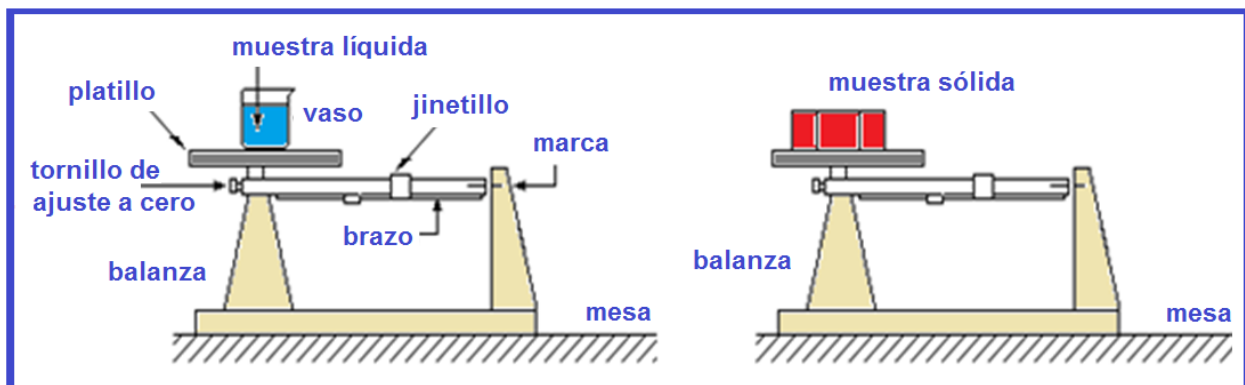

Figura 3.1. Diagrama de medición de muestras sólidas y líquidas.3
**Ajuste a cero** la balanza, el cual se llevará a cabo colocando los jinetillos completamente a la izquierda de los brazos móviles (donde marquen cero) y gire el tornillo de **ajuste a cero**, que se encuentra en el lado izquierdo del punto de apoyo, hasta que las marcas de la aleta de freno y el freno magnético den la impresión de formar una línea continua, como se indica en la figura 3.1.